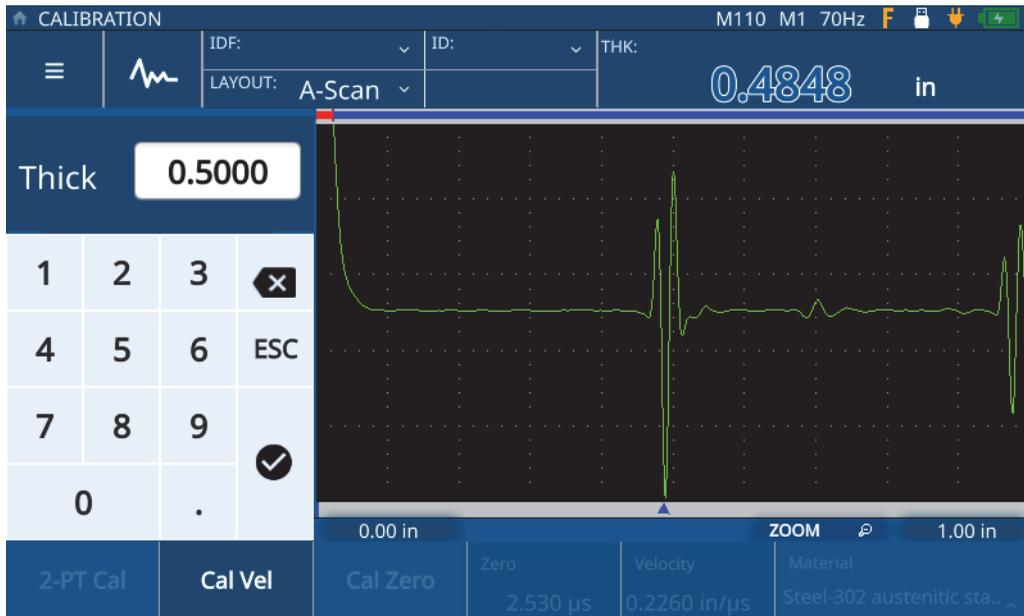

Figure 5-3 Saisie de l'épaisseur de l'échantillon
5. Touchez la valeur **Thick** (Épais) pour entrer en mode de modification, et saisissez l'épaisseur de l'échantillon (Figure 5-3 à la page 50).